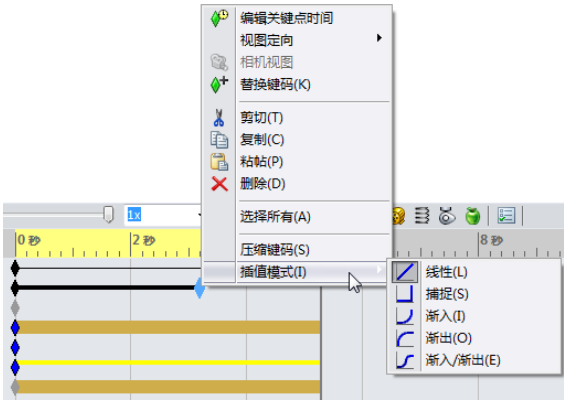

图 10-31 插值模式命令选项
- 03 弹出快捷菜单中选择“插值模式”，如图 10-31 所示，在子菜单中选择以下选项之一。